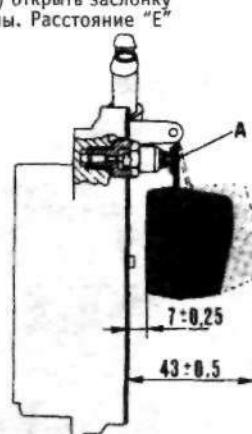

Рис.13.14. Проверка верхнего положения и хода поплавка на карбюраторе Weber 34 DMTR 54/250 (раздел 5):
13. Для того, чтобы отрегулировать верхнее положение поплавка, снять крышки карбюратора вместе с прокладкой и установить ее вертикально, чтобы поплавок свисал вниз так, чтобы игольчатый клапан был закрыт, но шарик иглы не был прижат (см. рис.13.14). Проверить, чтобы расстояние от верха поплавка до прокладки крышки было равно 6,75-7,25 мм. По необходимости отрегулировать это расстояние, соответствующим образом подогнув язычок рычага поплавка "А".